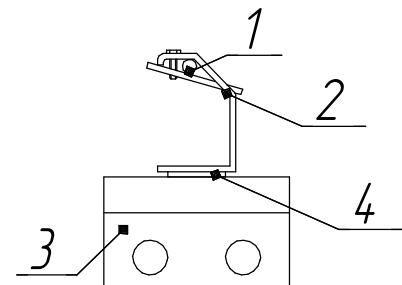

Рис.3 Подвес на трос распредел.коробки:
4.4 Распред. коробка подвешивается на трос (см. рис.3 приложение А).
7.7 Подвесить распредел.коробку на трос при помощи скобы (см. приложения А, рис.3).